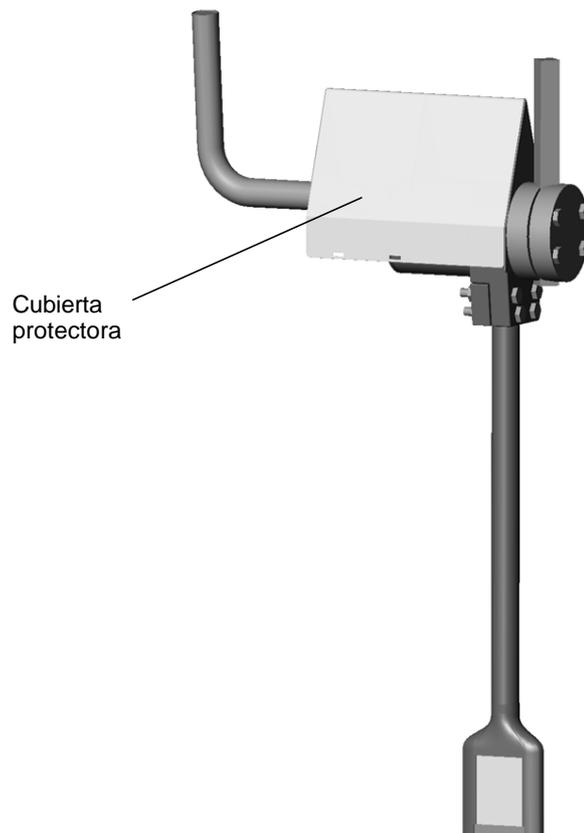

Figura 5 – Cubierta protectora sobre el cuerpo del sensor
- Se puede proporcionar una cubierta protectora sobre el cuerpo del sensor para protegerlo contra la caída de materiales y evitar las acumulaciones innecesarias de materiales en el cuerpo del sensor (Figura 5)